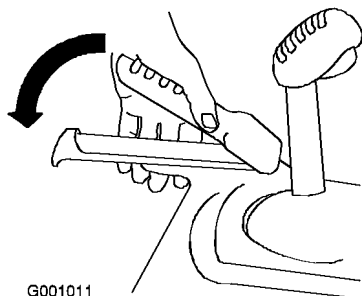

Bild 33
1. Drücken Sie zum Einkuppeln des Fahrantriebs den linken Hebel (Fahrtrieb) zum Handgriff (Bild 33).